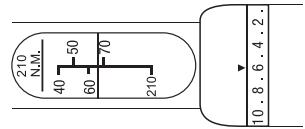

Abb. 2
2. Drehen Sie den Griff und stellen Sie die Ringskala für die Feineinstellung auf „6“. Der Drehmomentschlüssel ist jetzt auf 66 Nm eingestellt (Abb. 2).